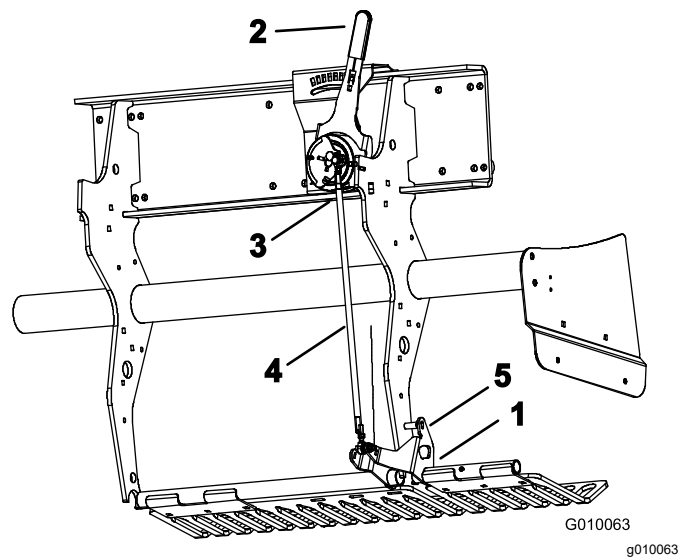

Bild 59
2. Drehen Sie die linke Befestigungshalterung der Rasenschutzvorrichtung (Bild 59) nach oben, bis Sie einen Arretierbolzen zwischen die Halterung und das am Rahmen angeschweißte Tiefen-Einstellrohr einführen können, wie z. B. eine 8-mm-Bohrstange oder einen Bolzen.
3. Schieben Sie den Tine-Tiefenhebel (Bild 59) auf die H-Stellung (tiefste Einstellung).
4. Schließen Sie den Außenkugelschalter (Bild 59) vom Kabelbaum ab (Schalter für das Absenken des Kopfes).
5. Lösen Sie die Klemmuttern (linke und rechte Seite) an der Spurstange für die Tiefeneinstellung (Bild 59).